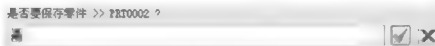

图 1.3 Pro/ENGINEER Wildfire 5.0 的提示保存对话框
**说明:** 在默认配置环境下, 系统退出时并不提示“是否保存尚未保存的文件”, 使用【退出】命令前, 应首先保存要保存的文件, 然后再单击“是”按钮退出。若要使系统退出时有提示保存文件的功能, 需要在【工具】→【选项】系统的配置文件中将“allow_confirm_window”的值设置为“no”, 并将“prompt_on_exit”的值设置为“Yes”, 此时在退出前将弹出如图 1.3 所示的提示保存对话框